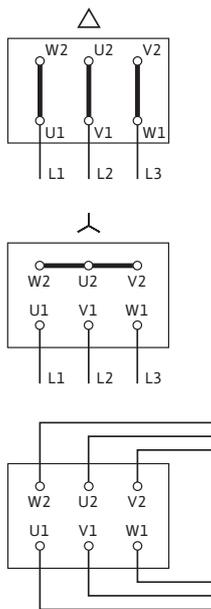

Fig. 17: Alimentation réseau
Le schéma de raccordement électrique se trouve dans le couvercle de la boîte à bornes (voir aussi Fig. 17).
- L'alimentation réseau dépend de la puissance moteur  $P_2$ , de la tension d'alimentation et du type de branchement. Pour le couplage nécessaire des ponts de liaison dans la boîte à bornes, se reporter à la liste suivante «Tabl. 4 : Affectation des bornes» à la page 74 et à la Fig. 17.